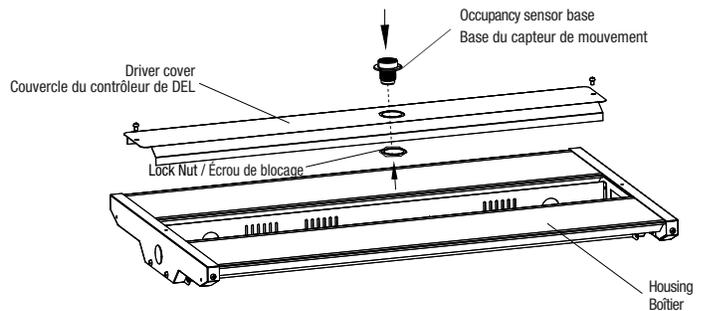

Fig. 2
**NOTE:** For conduit mount version remove first the side brackets and central bracket by unscrewing the two screws and four bolts, disconnect external power cable and put aside the luminaire (Fig. 2).
**NOTE:** Pour la version de montage avec conduit, enlever en premier lieu les supports de fixation latéraux et le support de fixation central en dévissant les deux vis et les quatre boulons, débrancher le câble d'alimentation extérieur et mettre de côté le luminaire (Fig. 2).
3. Install the occupancy sensor base on the driver cover by using the provided lock nut (Fig. 2).
3. Installer la base du capteur de mouvement sur le couvercle du contrôleur de DEL en utilisant l'écrou de blocage fourni (Fig. 2).